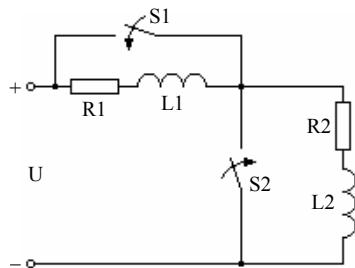

Рис. 15.4
**4. Исходные данные.** К зажимам цепи, состоящей из двух катушек (рис. 15.4), приложено напряжение  $u = U_m \sin(\omega t + \psi)$ . Параметры катушек приведены в табл. 15.4. В момент времени, когда напряжение